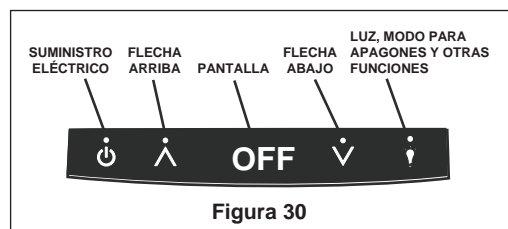

Figura 30
- b En la pantalla cambiará el mensaje de "ICE" a "OFF", lo cual indica que el fabricante de hielo se ha apagado. (Vea la figura 30).